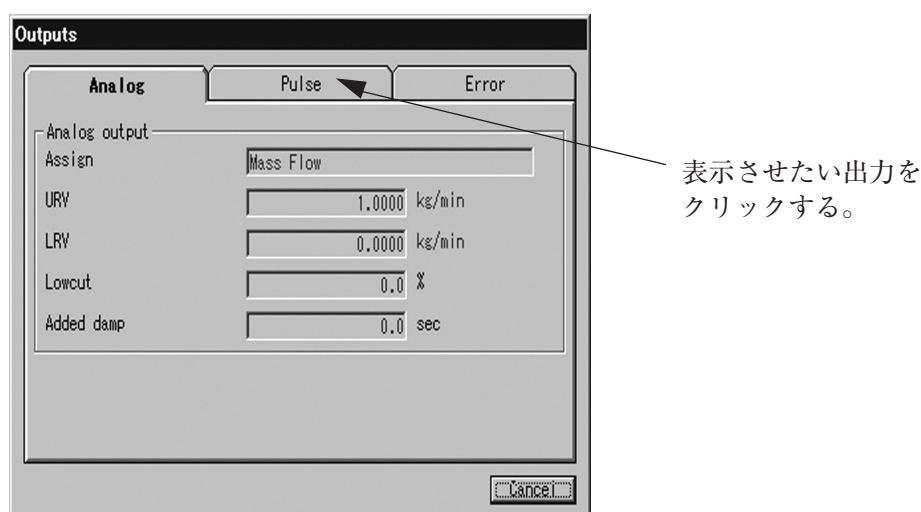

図85
- ① 画面上部メニューの「Review(R)」をクリックし、「Outputs」を選び再度クリックします。
- ② 図85のようなメッセージボックスが現れ、各出力(アナログ出力、パルス出力、エラー出力)を確認することができます。